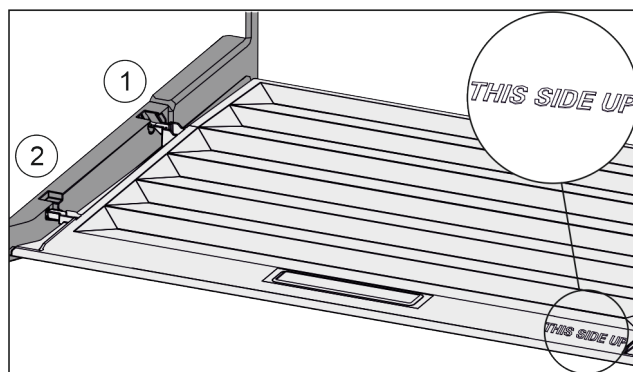

Fig. 148
- ▶ Výstupky víka zaved'te do zadních držáků Fig. 148 (1) a vpředu zaklesněte do držáku Fig. 148 (2).